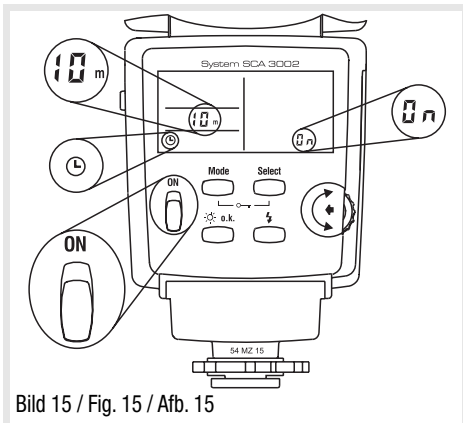

Bild 15 / Fig. 15 / Afb. 15
12.3 Automatische Geräteabschaltung / Auto-Off (Bild 15)
12.3 Coupure automatique du flash (Fig. 15)
12.3 Automatische uitschakeling van het apparaat / Auto Off (afbeelding 15)